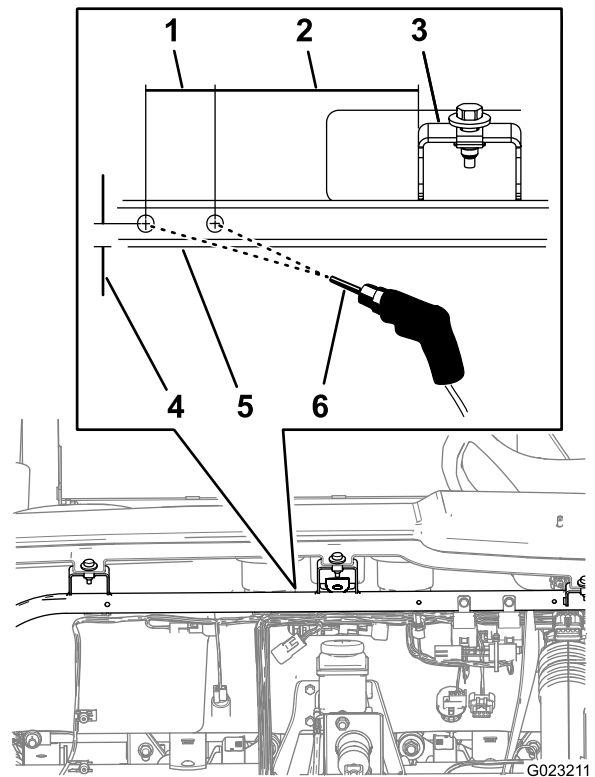

図 14
1. 機体の前面部分に立って、中央サポートブラケットの中央から左に 106 mm を測り取り、また、ダッシュボード支持チューブの下から 12.7 mm を測り取る 図 14。
3. 中央のポンチマークから、左に 38.1 mm、およびダッシュボード支持チューブの下から 12.7 mm を測り取る 図 14。
- ダッシュボード支持チューブの中央のポンチマークに、ドリルで直径 5.5 mm の穴を開ける 図 14。